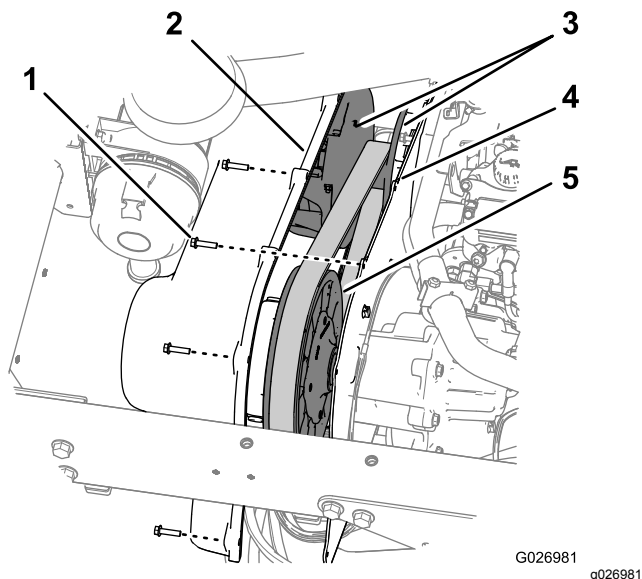

Figura 64
1. Rimuovete i 9 bulloni a rondella esagonale ($\frac{1}{4}$ " x 1") che fissano il coperchio della trasmissione alla relativa piastra di montaggio (Figura 64).
5. Allineate i fori nel coperchio della trasmissione con i fori nella piastra di montaggio (Figura 64).
6. Fissate il coperchio sulla piastra di montaggio (Figura 64) con i 9 bulloni a rondella esagonale ($\frac{1}{4}$ " x 1") rimossi al passaggio 1 e serrate i bulloni a 10,2 - 12,4 N·m.